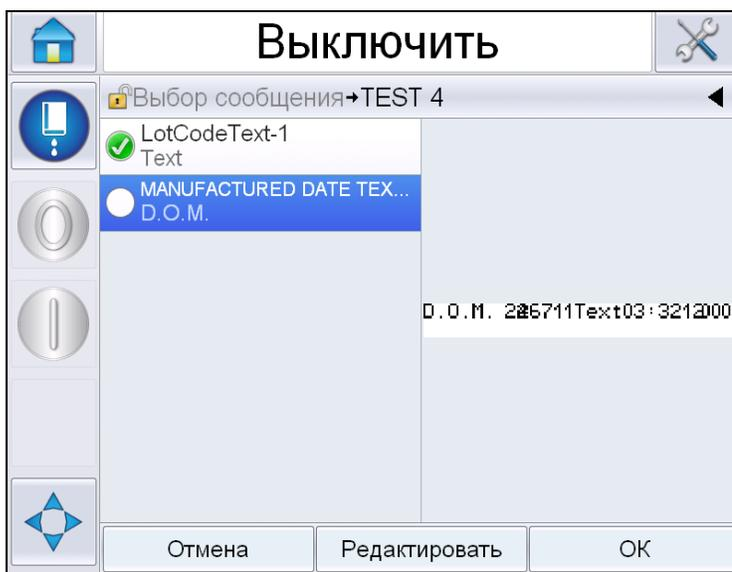

Рис. 4-30: Отредактированное сообщение
- 2 Для того, чтобы оставить пользовательское поле как есть, выберите пользовательское поле, нажмите *OK*, и на поле появится зеленая галочка (смотрите Рис. 4-30).